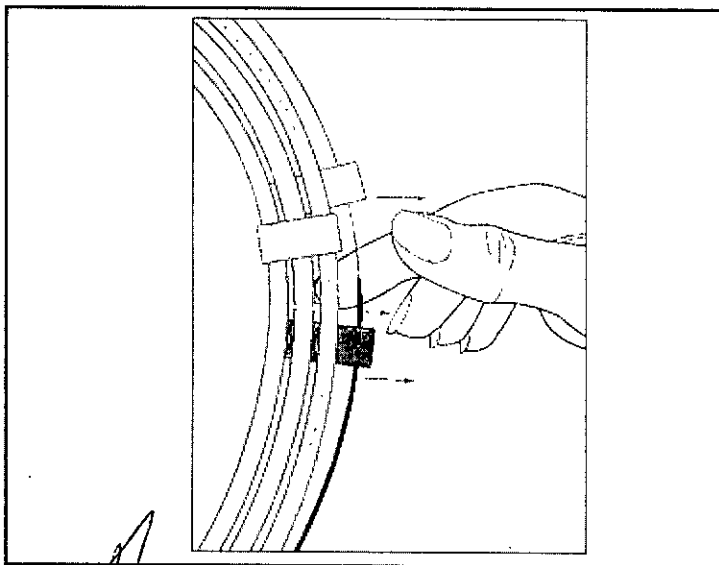

Figura 3. Con cuidado, retirar conjuntamente la guía introductora de la espiral desmontable Target® y la vaina de los retenedores
9. Con cuidado, sujetar conjuntamente la guía y la vaina introductora, y retirar la guía introductora del retenedor blanco de la guía y del retenedor naranja de la vaina, sin acodar la guía introductora (ver la Figura 3).
10. Mientras se sujeta conjuntamente la guía y la vaina introductora, extraer con cuidado la espiral desmontable Target del conjunto de la espiral del dosificador (ver la Figura 3).
Precaución: si la guía introductora se retira sin sujetar la vaina introductora junto con la guía introductora (Figura 3), es posible que la espiral desmontable se salga de la vaina introductora.